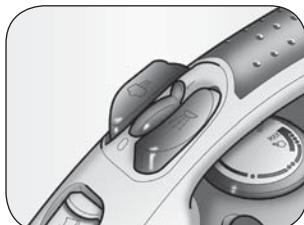

Fig. 2
- 1 Impostare il selettori vapore (D) su "0" (Fig. 2).